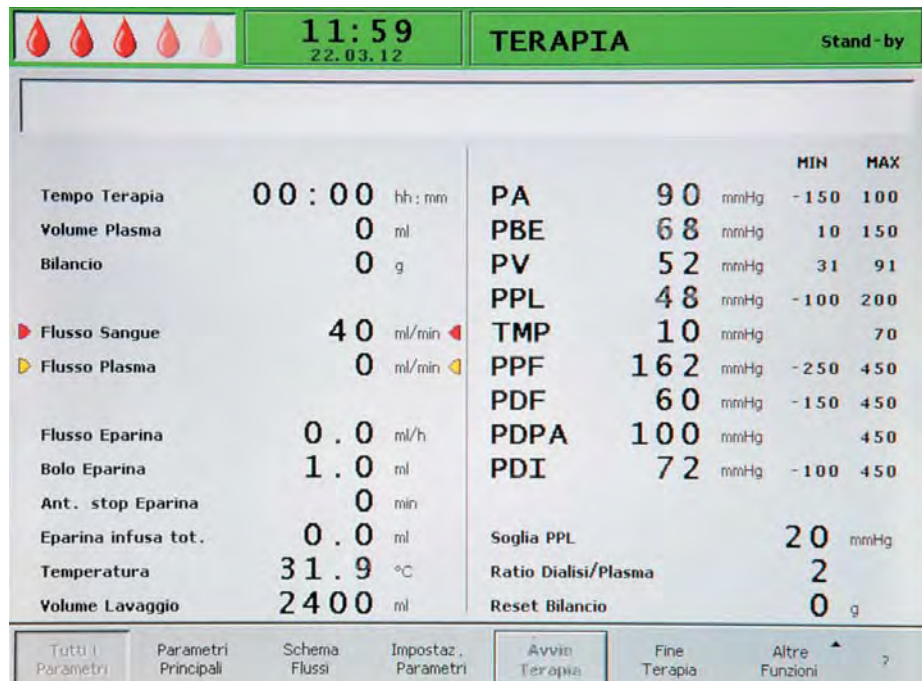

Fig. 3-12 Videata di tutti i parametri
- Tutti i parametri (Fig. 3-12)